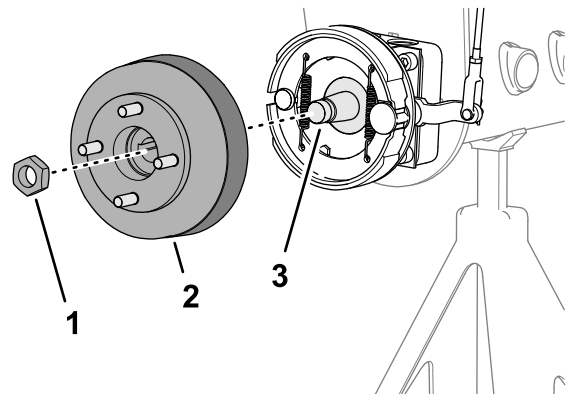
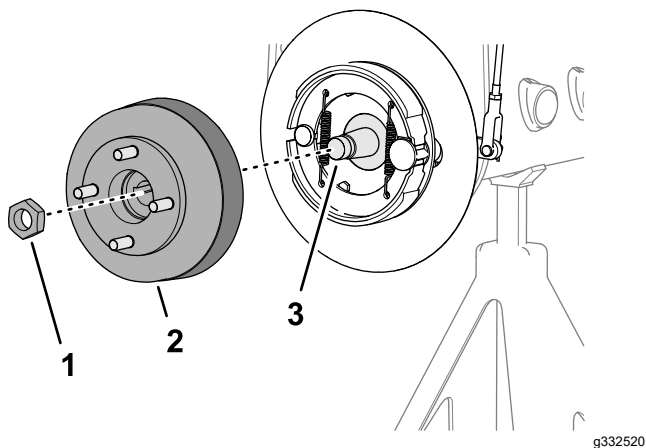

Figura 74
Figura 75
3. Monte el cubo de la rueda y el tambor de freno en el eje del motor de rueda (Figura 74 o Figura 75).
4. Sujete el cubo de la rueda al eje con la contratuerca (Figura 74 o Figura 75), y apriete a mano.